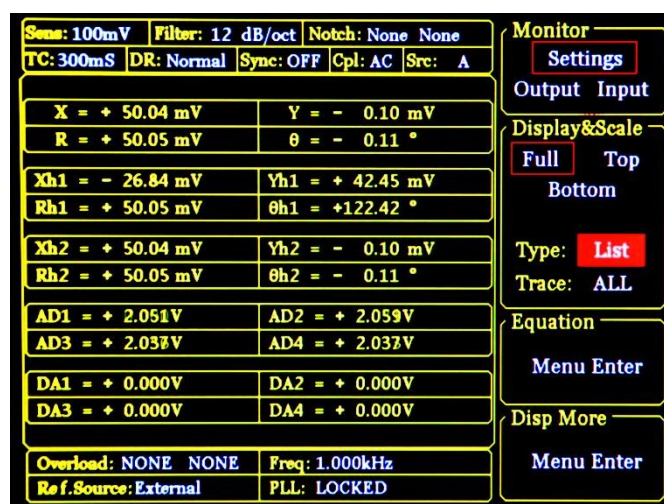

图29. <Full>-<List>显示
4)<List> : 把输入信号的基波、两个谐波、后面板的 AUX-ADC 及 AUX-DAC 的值同时显示。如图 29 所示。